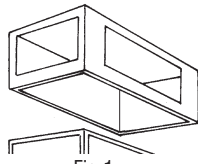

Fig.1
- du type "plenum" pourvu de quatre ouvertures latérales réglables en tournant des ailettes mobiles afin de diriger le flux d'air chaud dans la direction désirée (Fig.1).